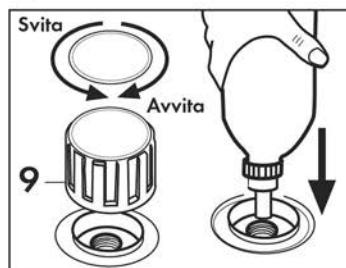

Fig. 3
Aprire manualmente il tappo di riempimento della caldaia (9) premendo verso il basso e contemporaneamente ruotandolo in senso antiorario; capovolgere la bottiglia sul foro della caldaia, vuotare l'acqua all'interno di essa; per fare questo occorre disinserire il dispositivo di sicurezza premendo il tappo della bottiglia verso il foro di riempimento della caldaia. Successivamente, quando la caldaia è piena d'acqua, riavitare il tappo (9) ruotandolo in senso orario, assicurandosi che sia ben serrato **(Fig. 3)**